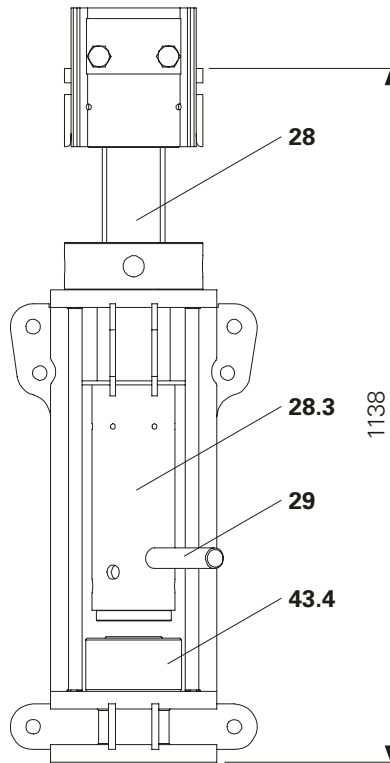

Fig. D1.05
1. Inserire il cilindro idraulico (43.4) nell'albero di testa VST 100 (28).
2. Inserire l'albero di montaggio VST (29) nel manicotto del mandrino (28.3). (Fig. D1.05)